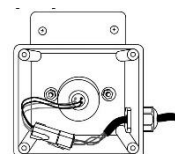

FIGURA 2
- Depois que a lâmpada UV esfriar, remova a tampa do gabinete da unidade CLEARRAY (9) e a gaxeta (8) FIGURA 2
removendo os quatro parafusos (10). Isso irá expor a lâmpada UV e as conexões, Figura 2.